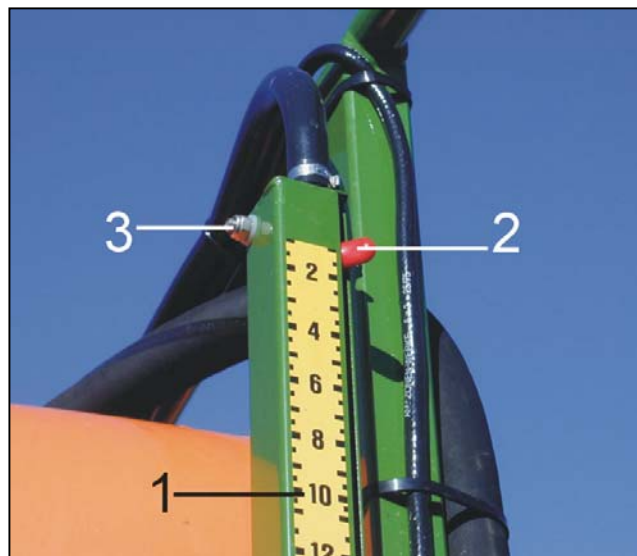

Fig. 9.4
- Fyld nøjagtigt 500 l vand i beholderen. Viseren skal (fig. 9.4/2) vise niveauet for 500 l på skalaen (fig. 9.4/1) dvs. skalaværdien "5". Afviger det viste niveau fra den påfyldte vandmængde, justeres viseren (fig. 9.4/2) til at stå nøjagtigt på "5" ved at dreje på skruen (fig. 9.4/3).